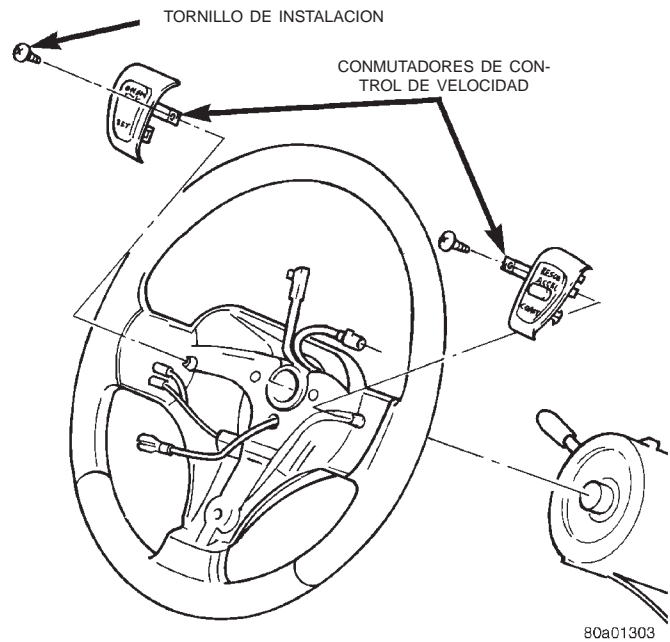

Fig. 3 Conmutadores de control de velocidad
- (1) Desconecte y aisle el cable negativo de la batería.
- (2) Retire el módulo airbag. Para informarse sobre los procedimientos apropiados, consulte el grupo 8M, Sistemas de sujeción pasiva.
- (3) Retire el conector eléctrico del conmutador.
- (4) Retire el tornillo de instalación del conmutador al volante de dirección (Fig. 3).
- (5) Retire el conmutador.